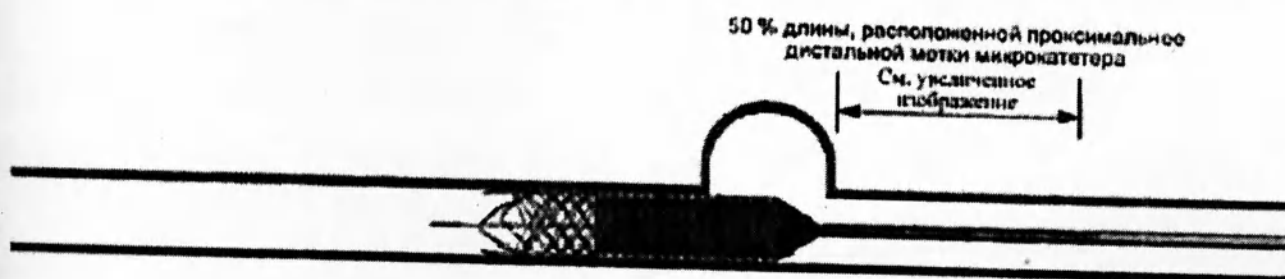

Рис.8 Этап 16. Стент можно захватить обратно и поменять его положение, если он еще не раскрылся полностью
16. Если стент занимает неудовлетворительное положение, можно поменять положение имплантата, захватив его обратно, при условии, что он не раскрылся полностью. Выполнение обратного захвата имплантата возможно только до наступления момента, когда самая дистальная метка проводника (расположенная дистальнее проксимальных меток имплантата) будет находиться примерно на уровне 50% длины, расположенной проксимальнее дистальной кольцевой метки микрокатетера (Рис.8).